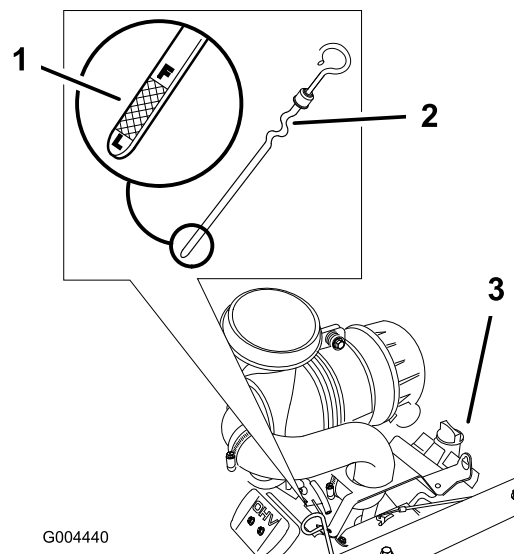

Figure 29
3. Nettoyez la surface autour de la jauge d'huile (Figure 29) pour éviter que des impuretés ne tombent dans le moteur.
- Sortez la jauge d'huile et essuyez soigneusement l'extrémité métallique (Figure 29).
- Enfoncez la jauge complètement dans le moteur. Ressortez la jauge et examinez l'extrémité métallique (Figure 29). Si le niveau est bas, versez lentement une quantité d'huile suffisante dans le goulot de remplissage pour amener le niveau au repère du plein.
- Versez avec précaution environ 80% de la quantité d'huile spécifiée dans le goulot de remplissage (Figure 29)